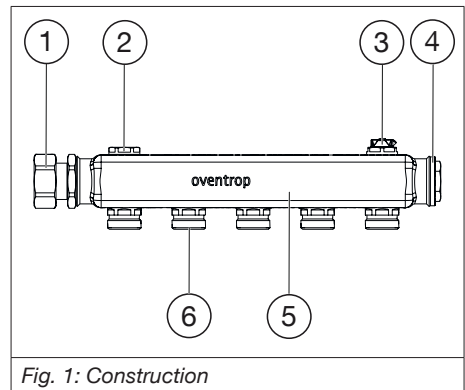
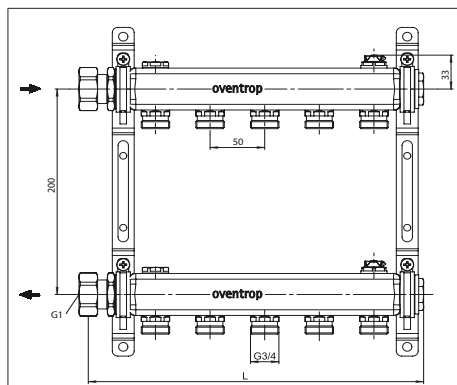

Fig. 1: Construction
Fig. 2: Dimensions en mm (vue avant)
Utiliser les purgeurs d'air (voir Fig. 1 page 27 et Fig. 2 page 28 (3)) pour purger l'installation. Vous pouvez également purger l'installation lorsqu'elle se trouve en service de chauffage.